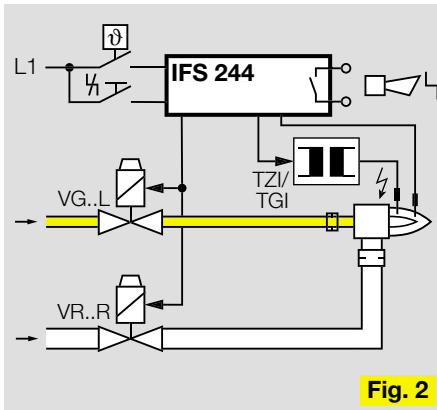

Fig. 2
- Fig. 2 Brenner mit Zwangsluft
- Fig. 2 Burner with forced air
- Fig. 2 Brûleur à air soufflé